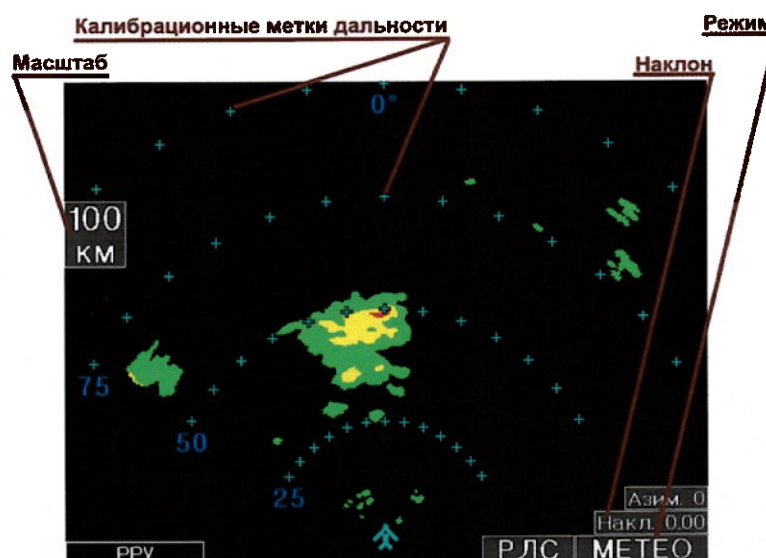

Рисунок 6 – Изображение на экране СЭИ, изделие в режиме «Метео»
3.5.1 В режиме «Метео» изделие обеспечивает обнаружение метеообразований и турбулентности и отображение на экране СЭИ их радиолокационного изображения (рисунок 6) в полярных координатах «азимут-дальность» в пространстве, ограниченном азимутальными углами  $\pm 60^\circ$  относительно строительной оси ВС, и углом места, определяемым относительно плоскости горизонта и наклоном антенны. Угол наклона антенны может быть изменен по сигналам управления наклоном антенны от